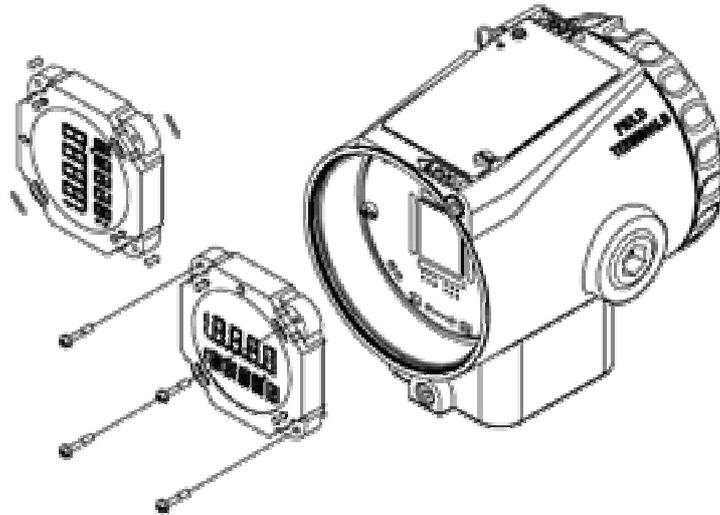

Рисунок 6.4 – Четыре возможных положения дисплея
Подключите разъем сенсора и разъем электропитания к основной плате. Если есть дисплей, прикрепите его к основной плате с помощью 4 винтов (3). Дисплей можно установить в любое из 4 возможных положений (См. Рисунок 6.4). Обозначение «▲» указывает на верхнее положение.